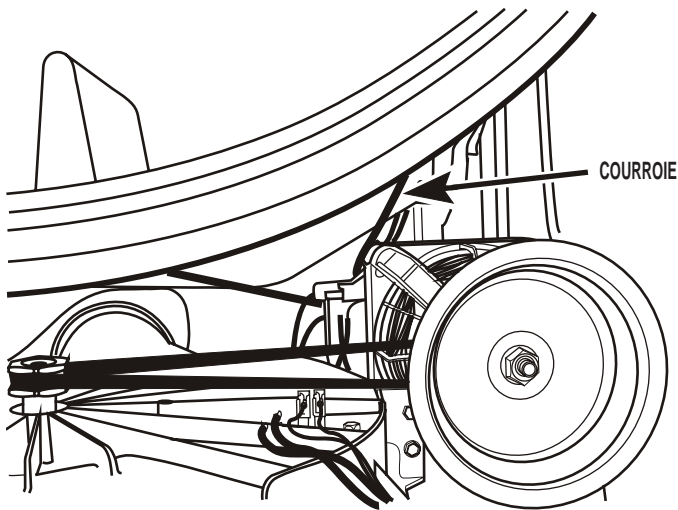

FIGURE 4
9. Par l'arrière du moteur d'entraînement, pousser le bras de la poulie de tensionnement pour éliminer la tension du ressort sur la courroie; dégager la courroie de la poulie de tensionnement et de la poulie du moteur. Voir Figure 4.